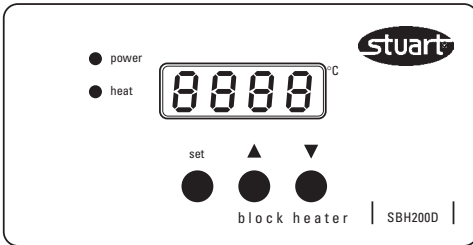

Figura 3 - panel de control digital
2. La luz "power" y la pantalla digital se encenderán (véase la figura 3).
3. La pantalla digital mostrará la temperatura exacta de los bloques de aluminio. Si la temperatura fijada en el equipo en ese momento es superior a la temperatura de los bloques, el equipo empezará a calentar los bloques y se encenderá la luz "heat" del panel de control. Puede visualizarse la temperatura establecida en cualquier momento manteniendo pulsado el botón "set" (véase la figura 3)